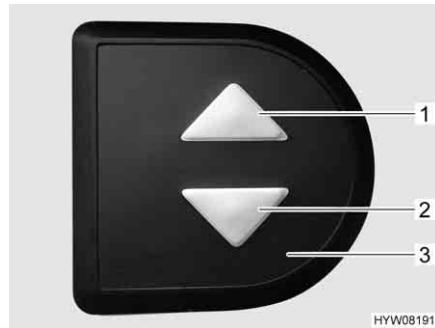

Fig. 65 Elemento di regolazione
- Sull'elemento di regolazione (Fig. 65,3) premere contemporaneamente i due tasti freccia (Fig. 65,1 e 2) e tenerli premuti fino a quando il letto basculante non si è spostato completamente verso il basso. Una volta rilasciati i tasti viene emesso un segnale acustico di conferma.
- Sull'elemento di regolazione (Fig. 65,3) premere il tasto freccia inferiore (Fig. 65,2) e tenerlo premuto fino a quando il letto basculante non ha raggiunto la posizione finale in basso.
- Sull'elemento di regolazione (Fig. 65,3) premere il tasto freccia superiore (Fig. 65,1) e tenerlo premuto fino a quando il letto basculante non ha raggiunto la posizione finale in alto.
- Portare leggermente il letto basculante con i tasti freccia (Fig. 65,1 o 2) nella direzione opposta.